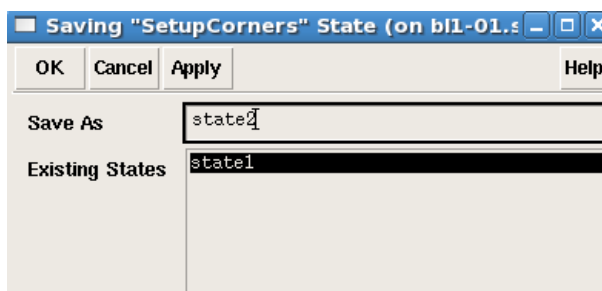

Рис. 2.10 Форма сохранения состояния установленных углов (*Setup Corners State*).
- В появившемся окне (рис. 2.10) введите имя состояния или выберите из списка уже существующих состояний (*Existing States*).